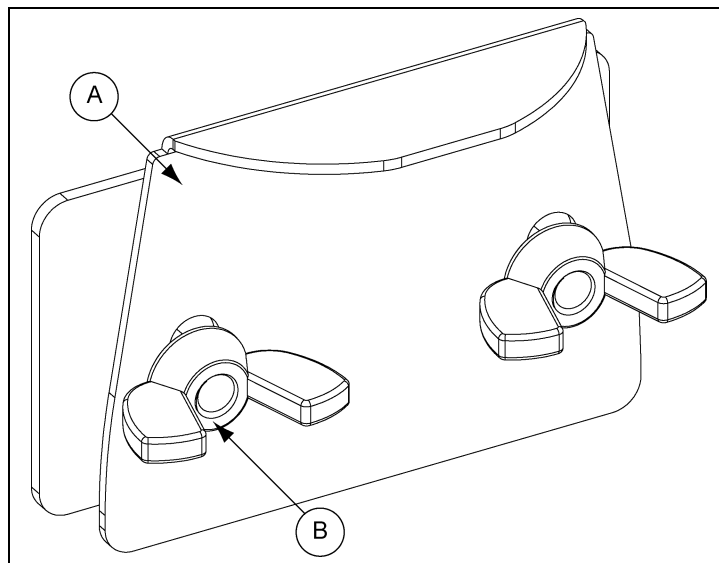

Рисунок 4N
1. Соберите два (2) подвесных кронштейна уровня корма (C2000626), как показано ниже, не затягивая барашковые гайки. (см. рисунок 4N.)